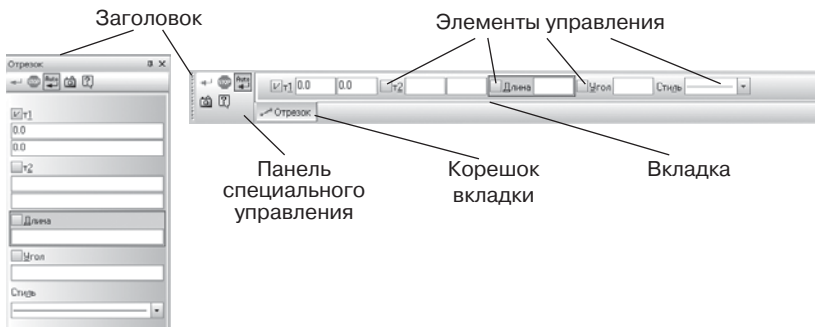

Рис. 17. Панель свойств: а – вертикальная, б – горизонтальная
- 4. **Панель свойств** служит для ввода параметров и задания свойств объектов при их создании и редактировании (рис. 17). В состав панели свойств входят: